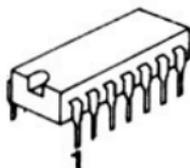

Abb. 7
6. Drücken Sie den Integrierten Schaltkreis in die mit "IC1" gekennzeichneten 14 Löcher der gedruckten Schaltung. Die eingekerbte Seite (Abb.7) bzw. der mit einem Punkt markierte Anschluß, muß zur Diode D7 zeigen.